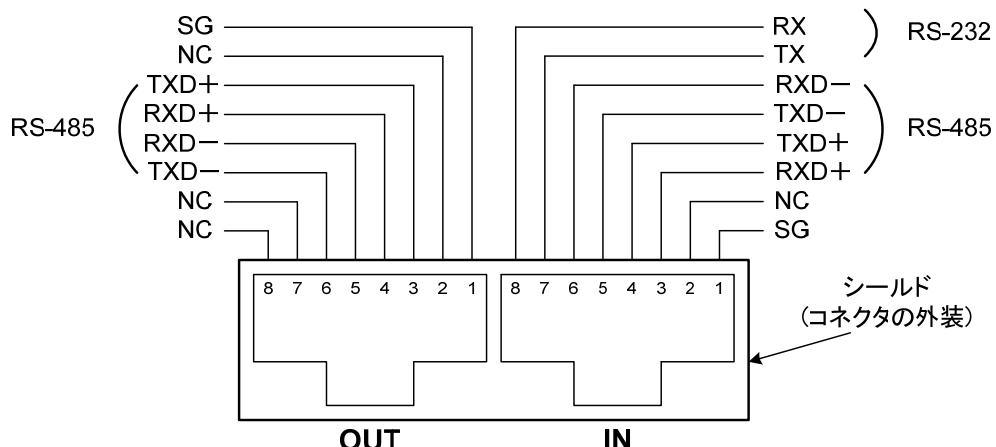

図 6-1 リアパネル IN/OUT コネクタピン配列
- ◆ IN/OUT コネクタについては図 6-1 を参照してください。